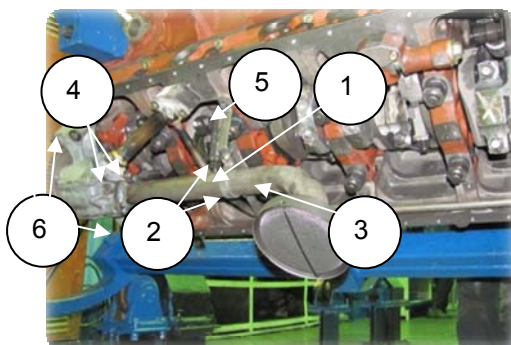

Рис. 2.44
1. Отсоединить скобу крепления (1) всасывающей трубы, отвернув 2 болта М8 (2);
2. Отсоединить трубку всасывающую (3) с заборником, отвернув 2 болта М10 (4) (S=12);
3. Отсоединить кронштейн крепления (5) всасывающей трубки, отвернув 2 болта М8;
4. Снять насос масляный (840.1011014-12), отвернув 3 болта (6) М12 (рис. 2.44).